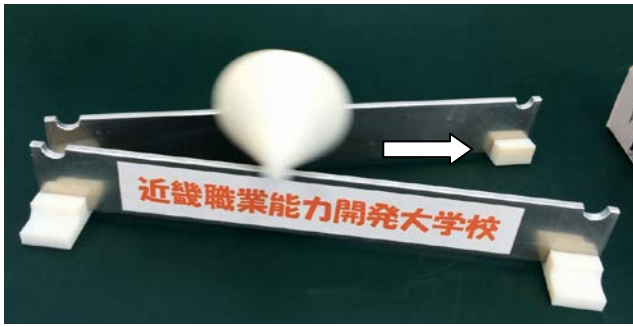

図3 坂はなくても車は転がって進む!
**2.9 水平で開いたレール** 2016(H28)年の新年あいさつ会の後に、大学の職員が歓談する機会をもった。その折に転上体を見せておしゃべりをしていたところ、福尾憲二先生からその車に類似のものを飛騨高山の博物館?で見たことがあるとの話があった。その高山の車は、坂を上るのではなく水平に置いた股開きのレール上を股が開いた方向に動き始めて進むものであったそうである。おもしろいと思った。藤根先生にその話をすると、彼はまたすぐにその実験/実演のための補助器具(cf. 図3)を3Dプリンターで作ってくれた。その器具は上記(§2.1)の長形状のレールを水平に立てるようにするものであった。